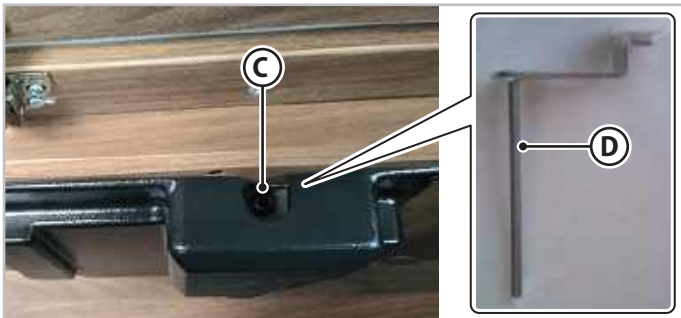

Fig.6.16 - Débloccage électrique du lit type A
2. Sur l'avant du moteur, insérer la clé (**D** - Fig.6.16) à l'intérieur de la vis (**C** - Fig.6.16) pour un mouvement manuel.